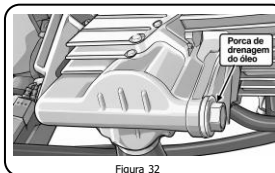

Figura 32
Siga o plano de manutenção. É preferível drenar com o motor ainda morno. Coloque um recipiente sob a porca de drenagem, retire-a e drene o óleo (**figura 32**).
6. Reinstale a porca de drenagem (**figura 32**), abasteça o reservatório com o óleo recomendado. Ligue o motor, procure vazamentos e confira novamente o nível.